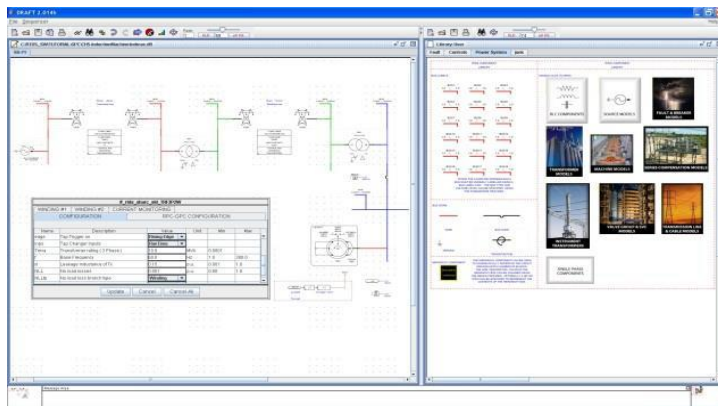

Рисунок 3 – Графический редактор RSCAD
– Разработка модели. Разработка модели энергосистемы производится посредством графического редактора в среде *RSCAD* на ПК (рисунок 3), не связанном с *RTDS*. После завершения разработки модели ПК подключается к *RTDS*.